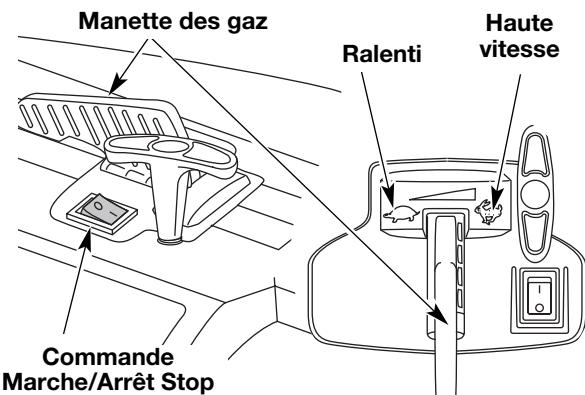
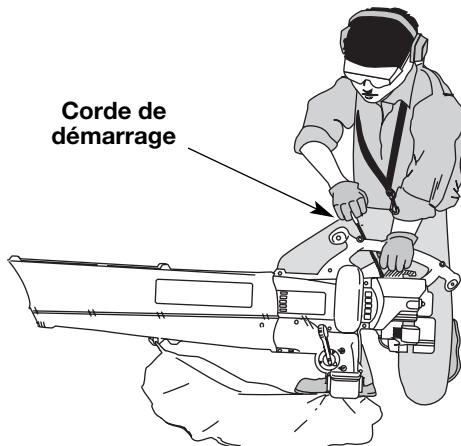

Fig. 9
Fig. 11
AVERTISSEMENT: éviter le démarrage accidentel. Se tenir en position de démarrage pour lancer le moteur (Fig. 11). Lors du démarrage, l'opérateur et l'outil doivent être en position d'équilibre afin d'éviter le risque de blessures graves. D'autre part, pour le démarrage, l'outil doit toujours êtreposé sur une surface propre et ferme. Les matériaux tels que le gravier, le sable, la poussière, l'herbe, etc. peuvent être aspirés par l'admission d'air et projetés par la sortie de l'outil.
5. Mettre l'outil en position de démarrage (Fig. 11). Mettez la manette des gaz en position de haute vitesse (↗) (Fig. 9).
1. Appuyez sur la commande Marche/Arrêt Stop et maintenez-la en position **ARRÊT (O)** jusqu'à ce que le moteur s'arrête complètement (Fig. 9).